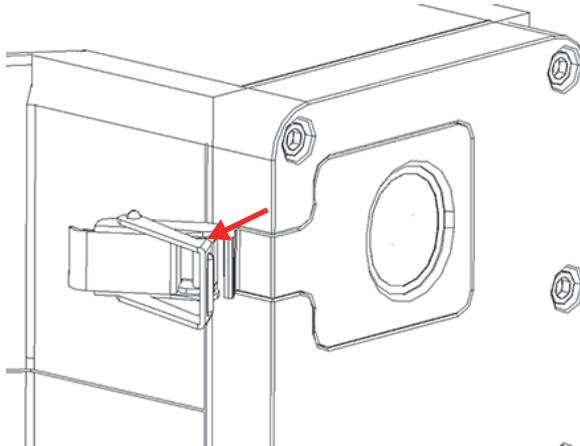

Abbildung 4-3 Messfensterplatte vollständig geöffnet
4. Ziehen Sie den vorderen Teil aus der Verriegelung, um die Verriegelung der Messfensterplatte vollständig zu öffnen (Abbildung 4-3 auf Seite 64).